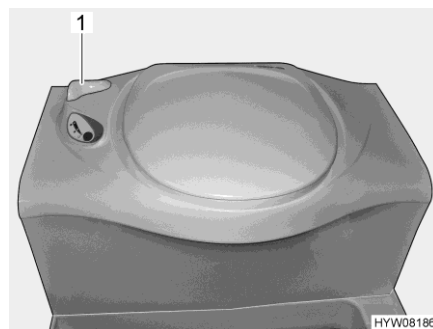

Fig. 285 Toilettes Thetford
- Avant d'actionner la chasse d'eau, ouvrir le curseur des toilettes Thetford. Tourner pour cela le levier du curseur (Fig. 285,1) dans le sens inverse des aiguilles d'une montre.
- Après avoir actionné la chasse d'eau, fermer le curseur. Tourner le levier du curseur (Fig. 285,1) dans le sens des aiguilles d'une montre.